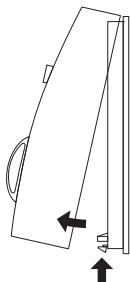

Fig. 26: Oberteil des Funk-Raumtemperaturreglers von der Grundplatte abnehmen
- Rastnase an der Unterseite des Funk-Raumtemperaturregler mit einem spitzen Gegenstand (z.B. Schraubendreher) leicht eindrücken und Oberteil des Raumtemperaturreglers von der Grundplatte abnehmen (Fig. 26).